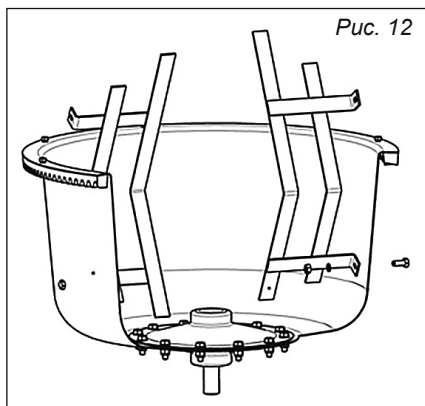

Рис. 12
6.6. Установка лопаток на нижней половине бака, рис. 12